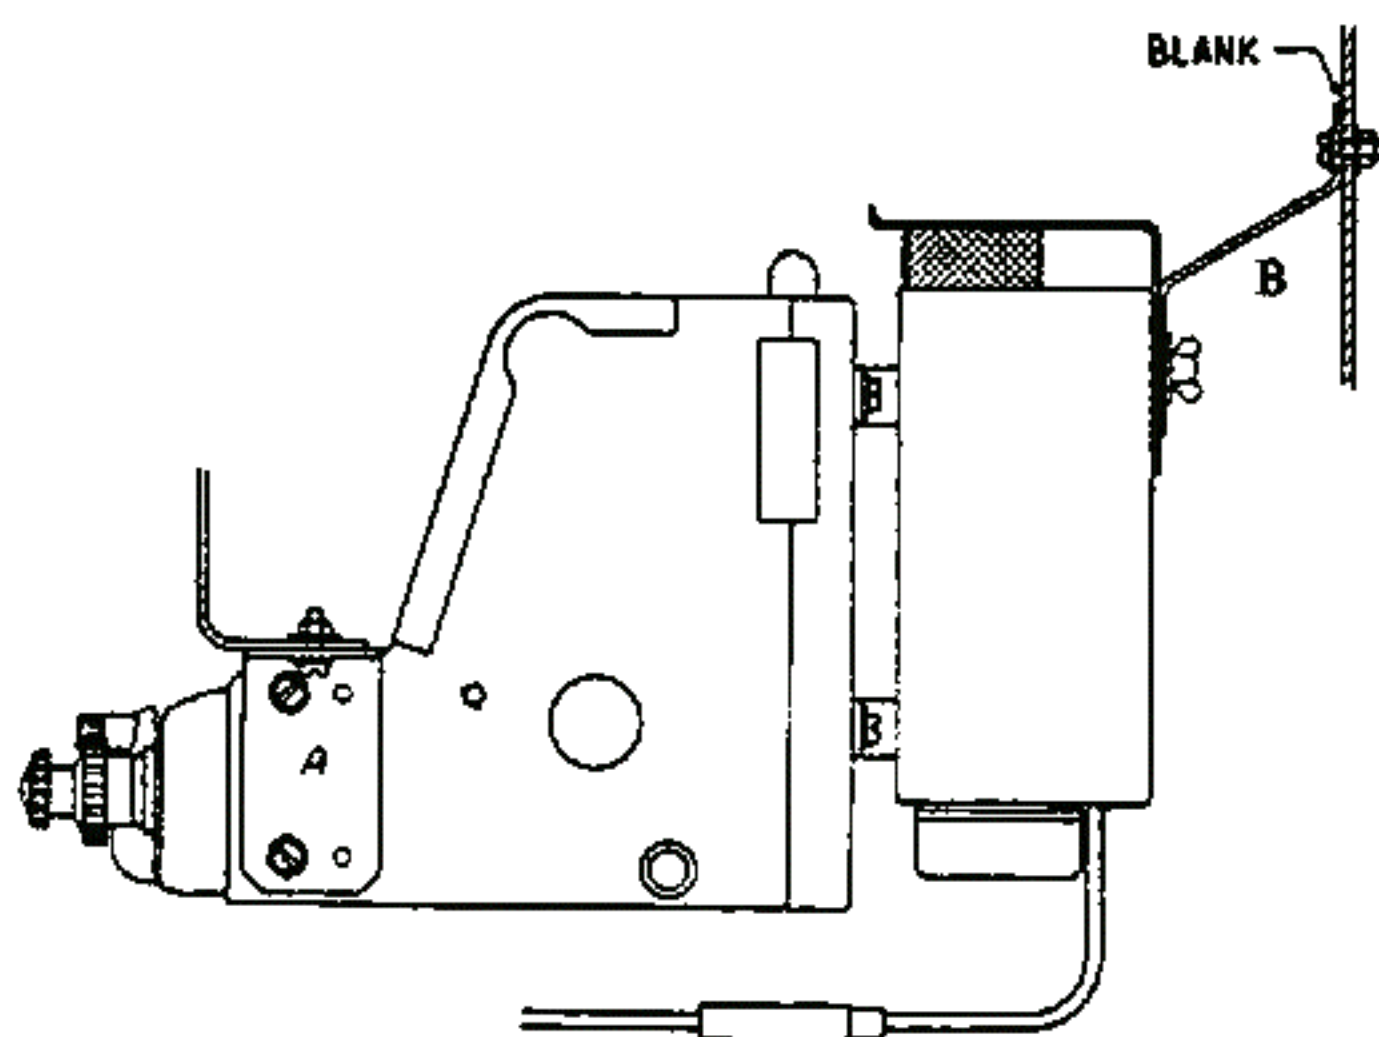

Fig. 2
g. Bevestig de twee beugels A (zakje C) aan weerszijden van het apparaat; zie fig. 2.
h. Monteer het apparaat onder het dashboard; zie fig. 2.